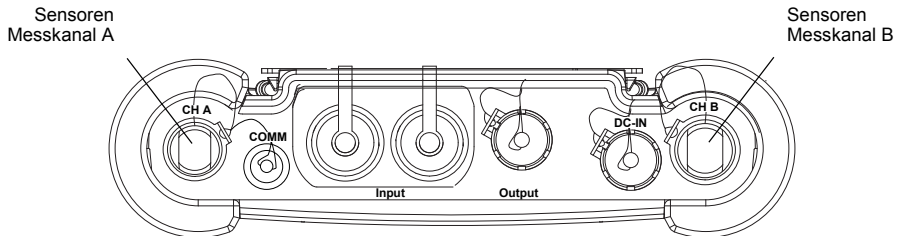

Abb. 7.5: Anschlüsse am Messumformer FLUXUS F608
Die Anschlüsse befinden sich auf der Oberseite des Messumformers (siehe Abb. 7.5).
- Ziehen Sie am Messumformer die Buchsenabdeckung für den Anschluss des Ausgangsadaptors heraus (siehe Abb. 7.5).